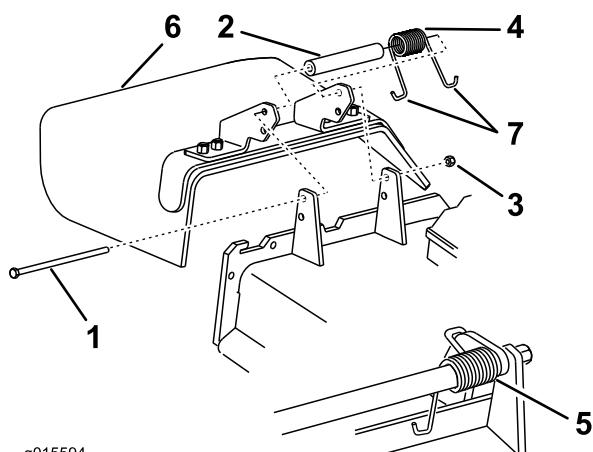

Figure 98
Remarque: Prenez soin de placer une extrémité en J du ressort derrière le bord du plateau avant de mettre le boulon en place, comme indiqué à la Figure 98.
3. Remettez le boulon et l'écrou. Accrochez une extrémité en J du ressort au déflecteur d'herbe (Figure 98).
1. Retirez le contre-écrou, le boulon, le ressort et l'entretoise qui fixent le déflecteur aux supports de pivot (Figure 98). Enlevez le déflecteur s'il est endommagé ou usé.